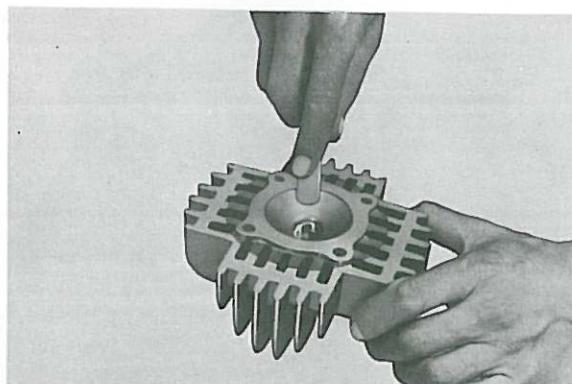

Fig. 3-3-1
2. Using a rounded scraper, remove carbon deposits from combustion chamber. Take care to avoid damaging the spark plug threads. Do not use a sharp instrument; avoid scratching aluminium. (Fig. 3-3-1)
2. A l'aide d'un grattoir à bout arrondi, décalaminer la chambre d'explosion. Faire attention de ne pas endommager le filetage du trou de bougie. Eviter d'employer un outil tranchant, sinon on risque de rayer l'aluminium. (Fig. 3-3-1).
2. Ölkholeablagerungen mit einem abgerundeten Schaber aus dem Verbrennungsraum entfernen. Darauf achten, daß das Kerzengewinde nicht beschädigt wird. Keine scharfkantigen Werkzeuge benutzen, damit das Aluminium nicht verkratzt wird. (Fig. 3-3-1)